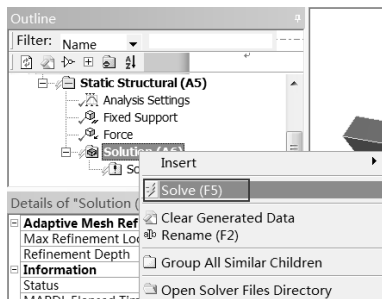

图 4-47 求解
Step6: 在 Outline (分析树) 中的 Static Structural (A5) 选项单击鼠标右键, 在弹出的快捷菜单中选择 **Solve** 命令, 如图 4-47 所示。